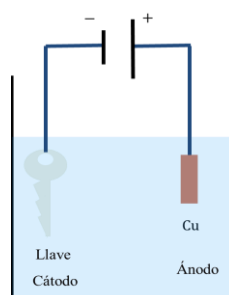

Figura 7. Esquema del montaje.
- En primer lugar, se preparará una disolución de sulfato de cobre (II) pentahidratado de una concentración aproximada de 0,25 M. Para ello, se pesan 5g de sulfato de cobre (II) pentahidrato (de masa molecular 249,7 g/mol) y se disuelven en 75 ml de agua destilada.
Primero, preparamos una disolución de sulfato de cobre (II) tal y como se indica en la toma de decisiones. Para acelerar el proceso calentamos suavemente hasta total disolución (recordemos que generalmente la solubilidad de una sustancia sólida aumenta con la temperatura). A continuación, se monta el circuito colocando los hilos de cobre en los bornes de la pila y los introducimos en la disolución de tal manera que el cable del ánodo tenga sujeto el objeto metálico y el cable del cátodo quede libre (ver *Figura 7*).